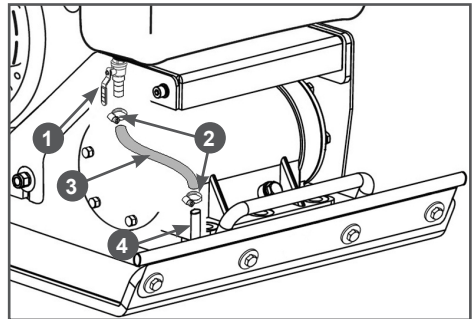

Рис. 21 Установка шланга
3. Установите на штуцеры крана 1 и трубки 4 подачи воды шланг 3 и закрепите его с помощью хомутов 2 (Рис. 21).